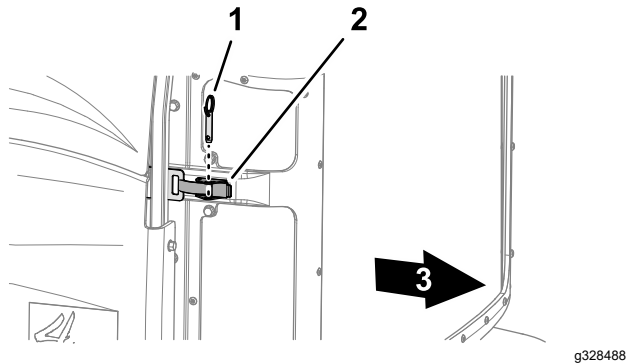

Figura 65
- Rimuovete il perno a sfera dal fermo della griglia (Figura 65).